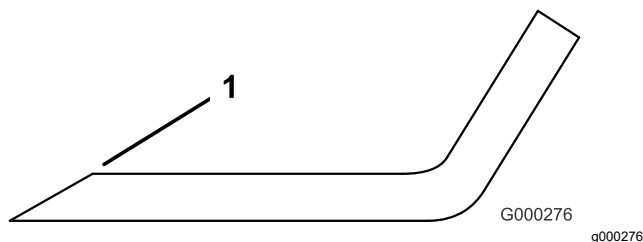

Figure 128
- Examinez les tranchants de toutes les lames et aiguissez-les s'ils sont émoussés ou ébréchés (Figure 128).
Remarque: N'aiguissez que le haut du tranchant et conservez l'angle de coupe d'origine pour obtenir une coupe nette (Figure 128). Limez la même quantité de métal sur chacun des deux tranchants pour ne pas déséquilibrer la lame.